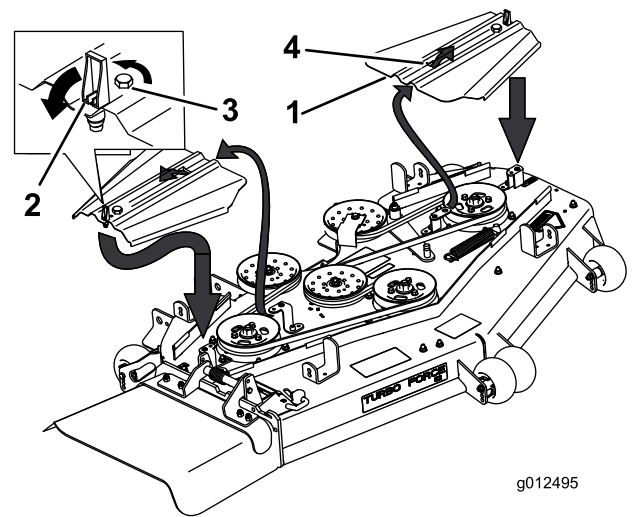

Figure 67
5. Déposez les couvercles de courroies ainsi que les boulons qui sont fixés dessus (Figure 67).
12. Posez les couvercles de courroie en les insérant dans la languette, vissez les boulons en place et fermez les fixations (Figure 67).